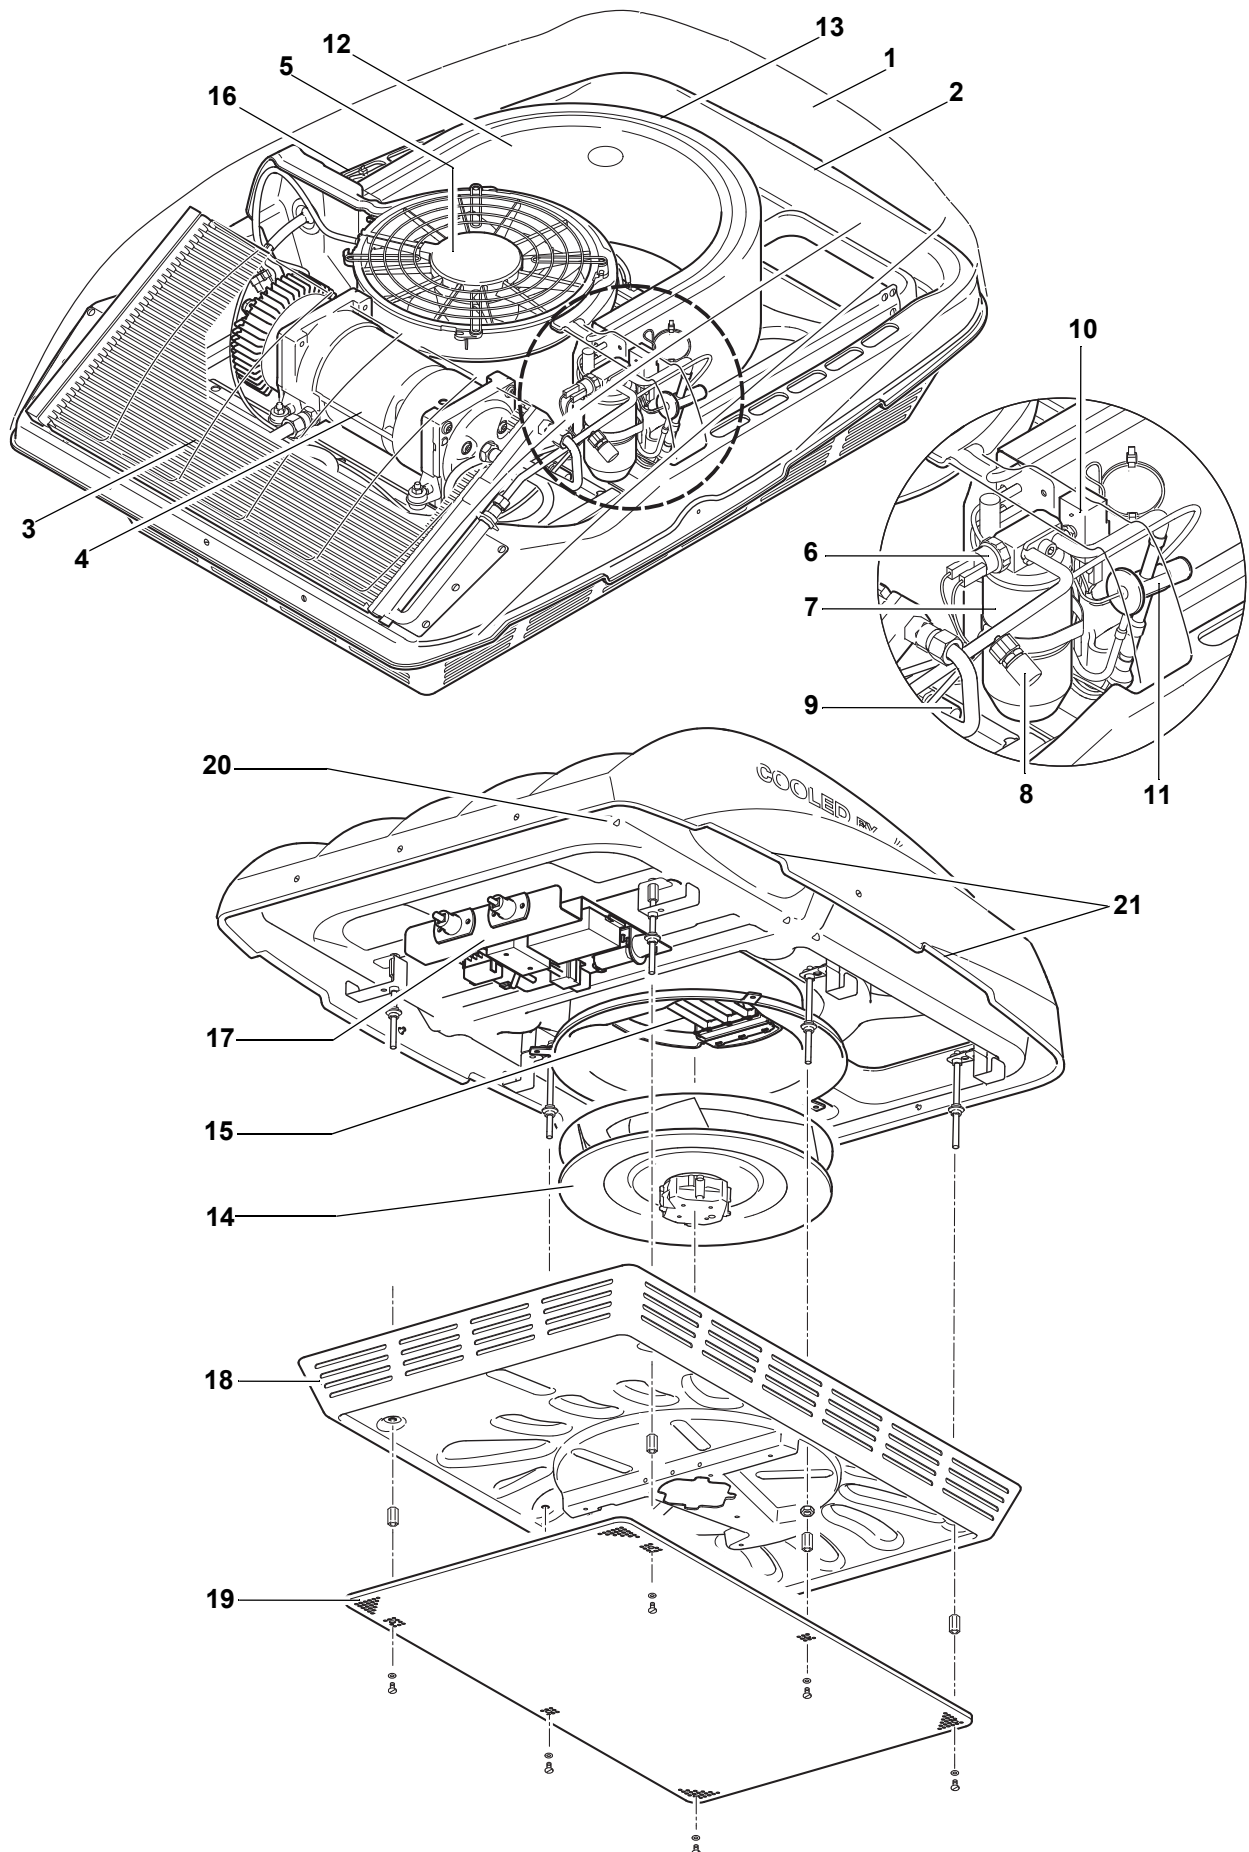

Fig. 2.3
La climatisation sur toiture est représentée à la Fig. 2.3.
* voir Fig. 2.3
L'eau de pluie qui pénètre dans la climatisation sur toiture est évacuée par les ouvertures d'écoulement (20, Fig. 2.3).
Le condenseur (3, Fig. 2.3) est composé de serpentins et d'ailettes en aluminium reliés entre eux pour former une grande surface d'échangeur thermique.
Le collecteur / déshydrateur (7, Fig. 2.3) est un réservoir de compensation et d'accumulation du réfrigérant. Il contient, dans sa partie médiane, un dessiccateur qui capture les petites quantités d'eau contenues dans le réfrigérant et les lie chimiquement. Il filtre de plus les particules de poussière du circuit de réfrigération qui pourraient entraîner des défauts.
Le détendeur thermostatique (11, Fig. 2.3) à compensation de pression extérieure, régule le débit de réfrigérant vers l'évaporateur en fonction du besoin ou de la température dans l'évaporateur. Le détendeur thermostatique est l'élément de régulation entre les parties haute et basse pression du circuit de réfrigération.
L'évaporateur (12, Fig. 2.3) est composé de serpentins et d'ailettes en aluminium reliés entre eux pour former une grande surface d'échangeur thermique. Afin d'utiliser de manière optimale l'espace mis à disposition, l'évaporateur est en forme de U. Sa fonction est de transformer de l'état liquide à l'état gazeux et à chauffer le réfrigérant en provenance du détendeur et traversant la tuyauterie. La chaleur de condensation nécessaire est retirée de l'air circulant par les ailettes et transmise au liquide réfrigérant par le plongeur de contact. L'air ainsi refroidi est asséché et l'eau condensée est évacuée vers l'extérieur.
Le pressostat (6, Fig. 2.3) est constitué d'un contacteur haute pression et d'un contacteur basse pression. Il contrôle la pression dans la partie haute pression du circuit de réfrigération et il coupe le moteur électrique et donc le compresseur en cas de pression trop faible (par manque de réfrigérant) ou de pression trop forte (suite, par exemple, à une surchauffe du condenseur).
Le thermostat anti-givre (10, Fig. 2.3) est un thermocontact. Il mesure la température du réfrigérant sur les tuyaux d'injection de l'évaporateur et il coupe l'alimentation du compresseur en cas de risque de gel ou de manque de réfrigérant.
Le ventilateur de l'évaporateur (5, Fig. 2.3) est constitué d'un moteur à courant continu sans balai, d'un rotor, d'un boîtier et d'une grille de protection. Dès que la fonction de refroidissement est en marche, le ventilateur est activé par la commande via la broche 3 (câble jaune) et alimente le condenseur en air frais nécessaire (pas de réglage de la vitesse de rotation, uniquement marche/arrêt).
Le ventilateur de l'évaporateur (14, Fig. 2.3) se compose d'un moteur à courant continu sans balais et du rotor. Il aspire l'air de l'habitacle et de l'air frais à travers l'évaporateur et la résistance de chauffage (seulement sur la version Comfort) et le réinjecte dans l'habitacle à travers le répartiteur d'air. La vitesse de rotation du ventilateur est définie par la commande (signal PWM) via la broche 3 (câble jaune du faisceau du ventilateur). La sélection de la vitesse de rotation du ventilateur peut être automatique ou manuelle, au choix.
Le compresseur (4, Fig. 2.3) est constitué d'un boîtier semi-hermétique à compresseur scroll intégré, d'un moteur à courant continu sans balais et de composants électroniques. Dès la mise en marche de la fonction, le compresseur est activé via la broche 1 du faisceau de câbles et piloté à la vitesse de rotation nécessaire (signal PWM). Il comprime alors le réfrigérant à la pression nécessaire à sa liquéfaction. Le moteur électrique intégré est doté d'un démarrage en douceur pour éviter les pointes de courant sur le réseau de bord, d'une surveillance de tension (de 21 V à 31 V), d'une protection anti-surcharge et d'une surveillance de température du circuit électronique (+0°C bis 105°C). Le compresseur est arrêté lorsqu'il se trouve en dehors des limites. La remise en service s'effectue par simple redémarrage de l'équipement.